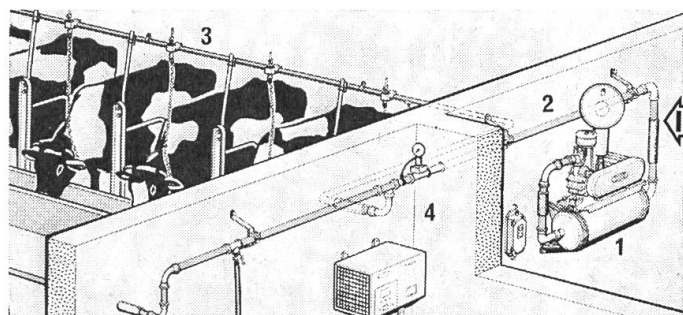

Abb. 2:
3. Schlauchende in die Vakuumleitung der Melkanlage einbauen (z. B. Leitungsende, Entwässerungsventil usw.) (Abb. 2, I). Alle Verbindungen auf der Saugseite der Pumpe müssen dicht sein.